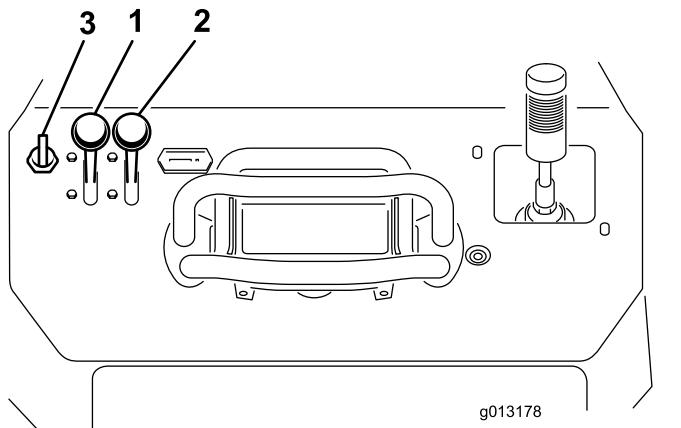

Figure 16
1. Réglez la commande d'accélérateur à mi-course entre les positions BAS RÉGIME et HAUT RÉGIME (Figure 16).
2. Placez la commande de starter en position EN SERVICE (Figure 16).
3. Tournez la clé en position CONTACT (Figure 16). Relâchez la clé quand le moteur démarre.
4. Amenez progressivement la commande de starter en position HORS SERVICE (Figure 16). Si le moteur cale ou hésite, engagez de nouveau le starter jusqu'à ce que le moteur soit chaud.
5. Réglez la commande d'accélérateur à la position voulue (Figure 16).
2. Placez la commande d'accélérateur en position BAS RÉGIME (Figure 16).